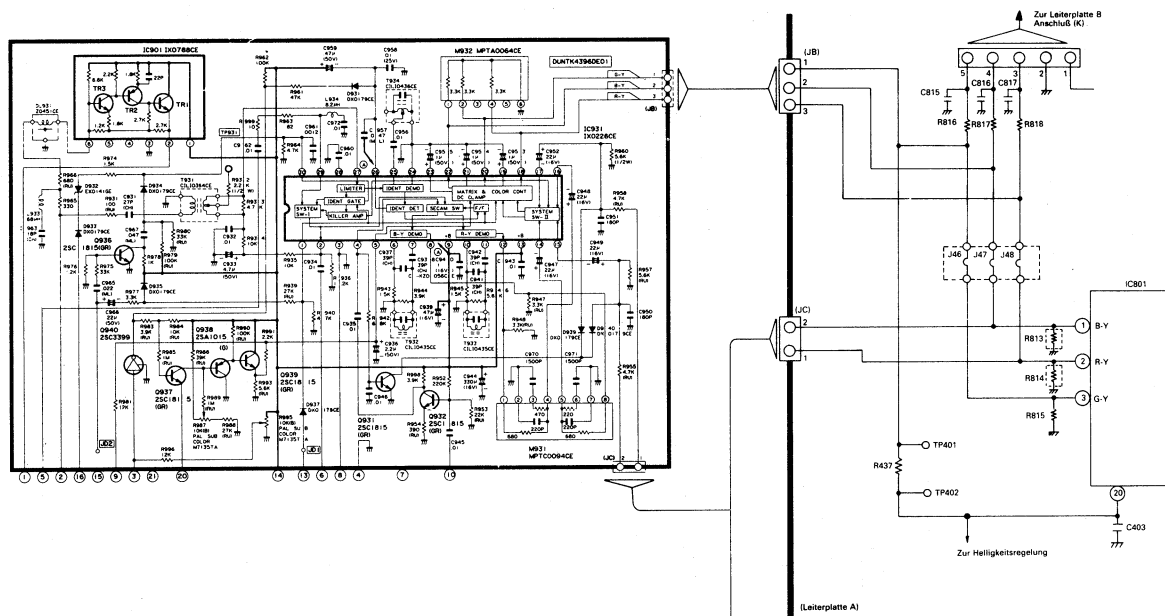

Abbildung 3 Umschaltung des Farbdifferenzsignals zwischen dem PAL- und SECAM-System
3. Umschaltung des Farbdifferenzsignals zwischen dem PAL- und SECAM-System (Siehe Abb. 3.)